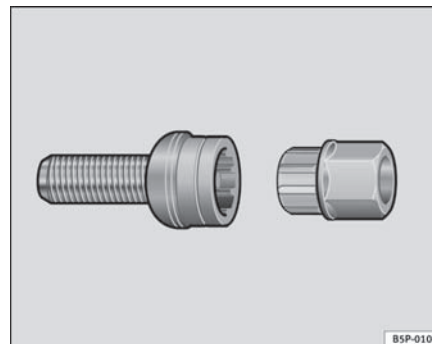

Fig. 137 Tornillo anti-robbo de la rueda
- Coloque el adaptador hasta el tope en el tornillo antirrobo de la rueda ⇒ página 211, fig. 137.